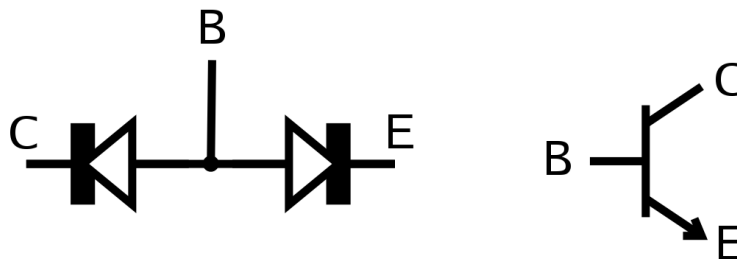

Abb. 1: Dioden-Ersatzschaltbild (links) und Schaltzeichen für einen npn-Transistor
Der Transistor ist ein Halbleiterbauelement, welches in der Lage ist, Ströme und Spannungen zu verstärken. Man kann sich den Transistor als eine Kombination zweier gegeneinander geschalteter Dioden vorstellen. Dieses Ersatzschaltbild und auch der Transistor selbst verfügen über drei Anschlüsse, welche als *Basis* (B), *Kollektor* (C) und *Emitter* (E) bezeichnet werden. Man unterscheidet je nach Orientierung der beiden Dioden zwischen npn- und pnp-Transistoren. Wir werden uns in dieser Übung auf npn-Transistoren beschränken. Einen Vergleich zwischen dem Ersatzschaltbild aus zwei Dioden und dem tatsächlichen Transistor liefert Abbildung 1.